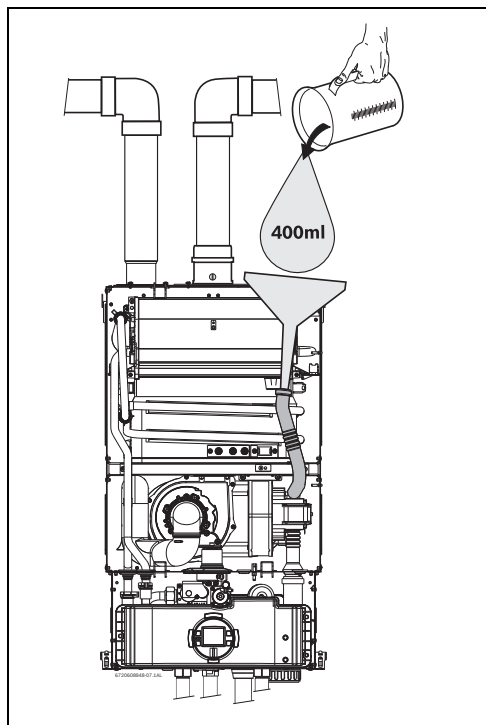

Fig. 30 Llenado del depósito de agua después de la instalación
- Llenar el depósito de aguas condensadas con aproximadamente 400 ml de agua, a través del tubo de condensados. Para evitar daños en el aparato utilice un embudo en la extremidad del tubo, consultar (Fig. 30).